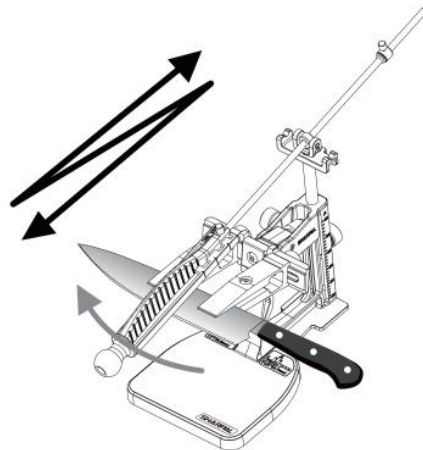

Fig. 14
2. Aplique una presión ligera con movimientos largos y suaves, comenzando en la base de la cuchilla. Deslice la placa abrasiva de un lado a otro a lo largo del filo hacia la punta. Deténgase en la punta de la cuchilla (ver Fig. 14).